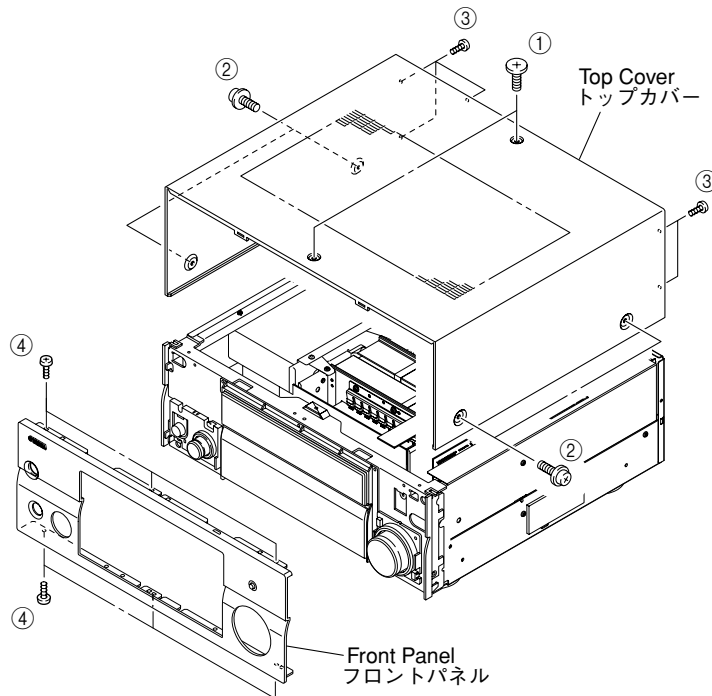

Fig. 1
- a. Remove 2 screws (①), 4 screws (②) and 5 screws (③). (Fig. 1)
- b. Slide the Top Cover rearward to remove it. (Fig. 1)
Remove 6 screws (④) and then remove the Front Panel forward. (Fig. 1)
- a. ①のネジ2本、②のネジ4本、③のネジ5本を外します。(Fig. 1)
- b. トップカバーを後方へスライドさせ、取り外します。(Fig. 1)
④のネジ6本を外し、フロントパネルを前方に外します。(Fig. 1)